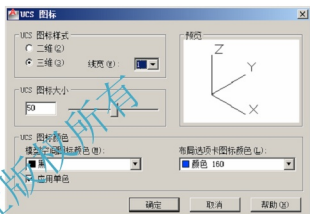

图 10-17 【UCS 图标】对话框
- (1) **【开(ON)】**: 显示 UCS 图标。
- (2) **【关(OFF)】**: 关闭 UCS 图标的显示。
- (3) **【全部(A)】**: 将对图标的修改应用到所有活动视口。否则, UCSICON 命令只影响当前视口。
- (4) **【非原点(N)】**: 不管 UCS 原点在何处, 在视口的左下角显示图标。
- (5) **【原点(OR)】**: 在当前 UCS 的原点(0,0,0)处显示该图标。如果原点超出视图, 它将显示在视口的左下角。
- (6) **【可选(S)】**: 控制 UCS 图标是否可选并且可以通过夹点操作。
- (7) **【特性(P)】**: 显示【UCS 图标】对话框, 如图 10-17 所示, 从中可以控制 UCS 图标的样式、大小和颜色等可见性。